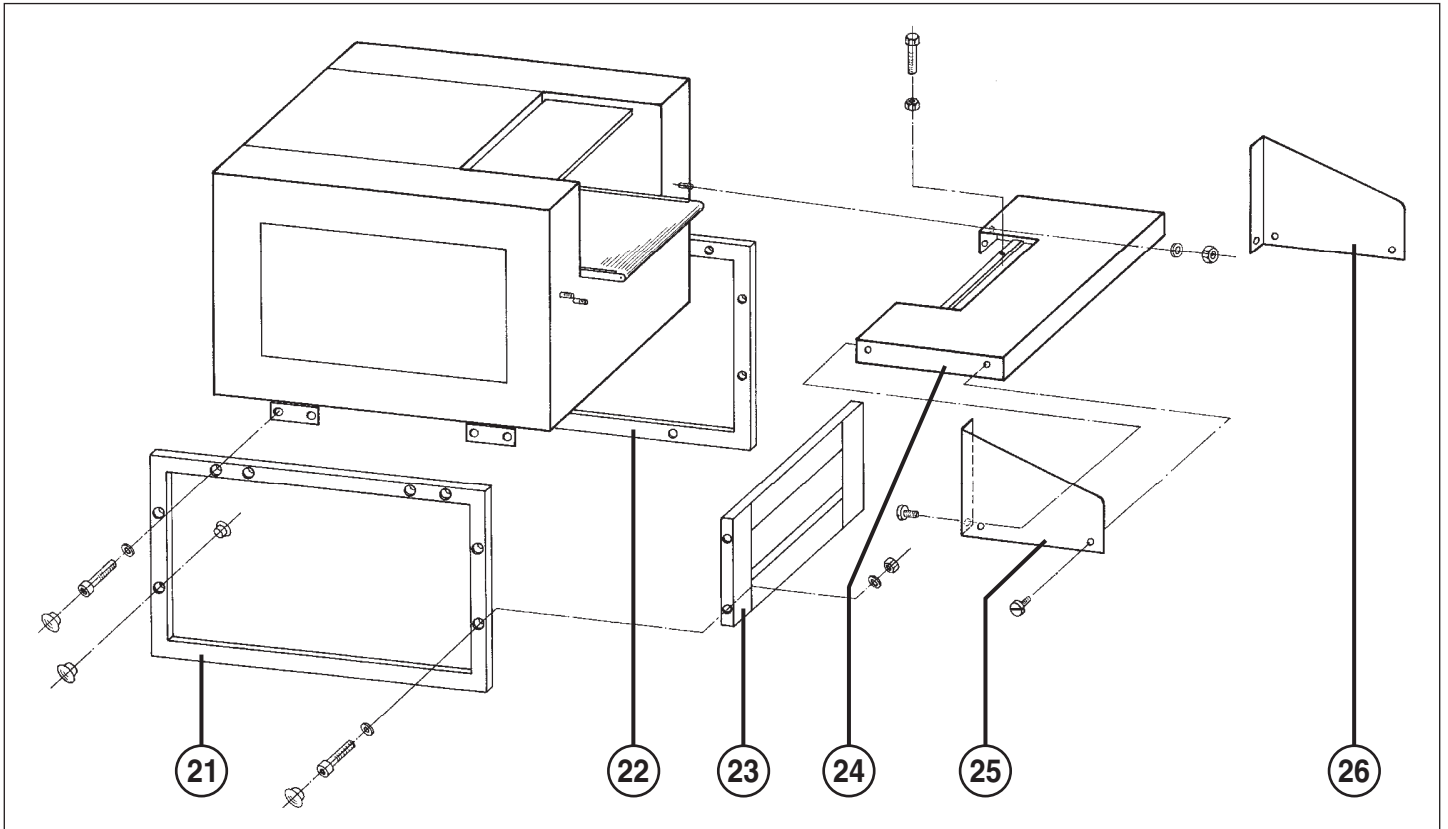

Fig. 1
- 21 = Marco izquierdo (fig. 1 y 2)
- 22 = Marco derecho (fig. 1)
- 23 = Chapa intermedia (fig. 1 y 2)
- 24 = Mesa (fig. 1)
- 25 = Escuadra protectora izquierda (fig. 1 y 2)
- 26 = Escuadra protectora derecha (fig. 1)
MONTAJE DEL SOPORTE DE BASE (fig. 1 y 2):
MONTAJE DE LA MESA (24) (fig. 1):
4. Pasar el cable de alimentación de corriente de la regleta de parada de emergencia (14) por la boquilla delantera en la parte lateral izquierda de la caja, así como por el racor de cable, que se encuentra en la parte inferior en la caja de distribución, hasta la caja de distribución y conectar allí el cordón azul con el borne 20 y el cordón marrón con el borne 19.
ESCUADRAS PROTECTORAS (fig. 1):